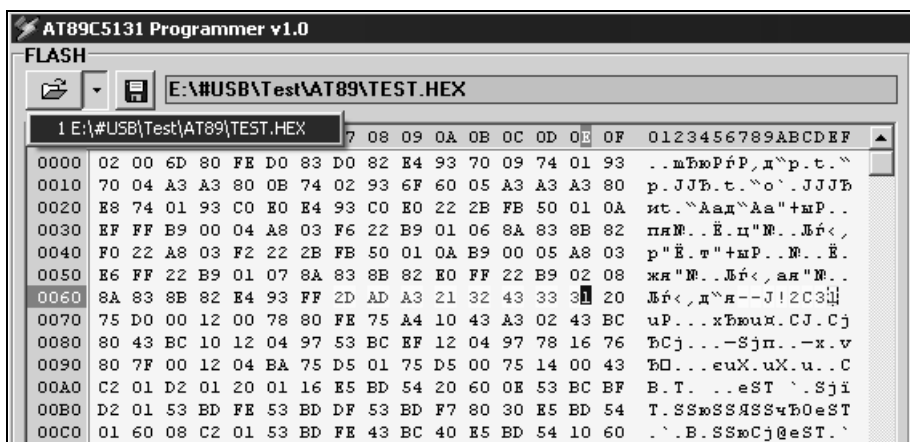

Рис. 3.7. Удобство и простота — преимущества ER-Tronik
- ❑ особенно удобным показалась возможность загружать содержимое памяти из файла, список которых сохраняется в специальном меню, позволяя очень быстро загрузить файл еще раз (рис. 3.7).